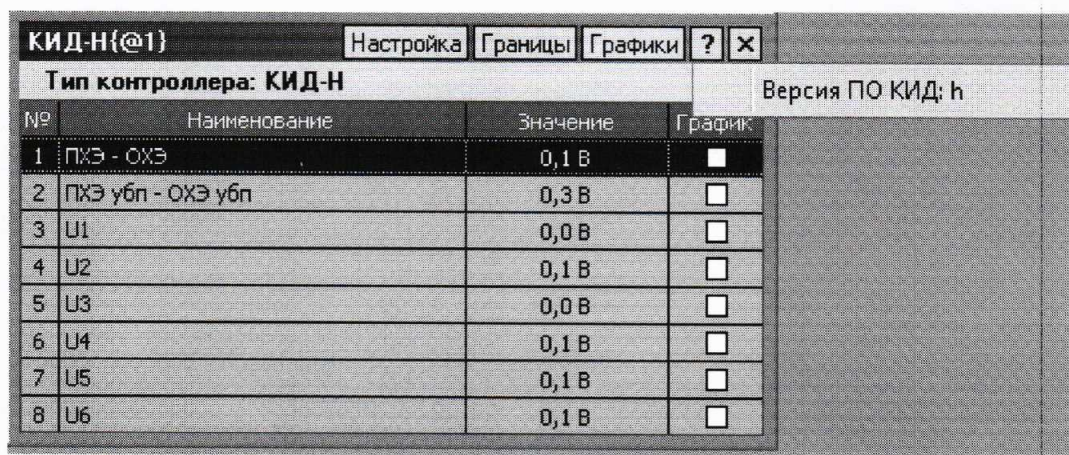

Рисунок 2
7.3.1 Подтверждение соответствия ПО осуществляется путем определения его идентификационных данных. Наименование ПО и номер его версии вызываются нажатием кнопки «?» в окне результатов измерений (см. рисунок 2).
7.4.3 Считать в окне результатов измерений (рисунок 2) измеренные значения напряжения по каждому измерительному каналу $x_{изм}$, В.